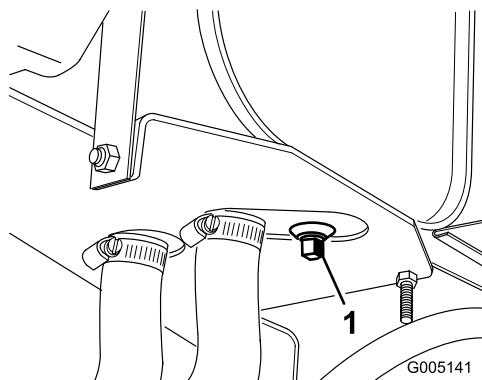

Figura 47
1. Togliete il tappo di spurgo dal serbatoio (Figura 47) e lasciate defluire completamente l'olio idraulico in una bacinella. Reinstallate e serrate il cappellotto una volta defluito l'olio idraulico.